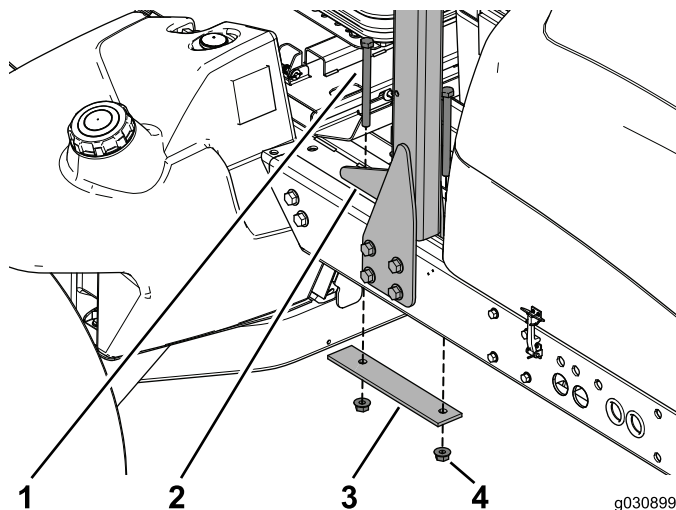

図 2
3. ROPSをフレーム上部に固定しているボルト2本、補強プレート、フランジナットを外す 図 2。